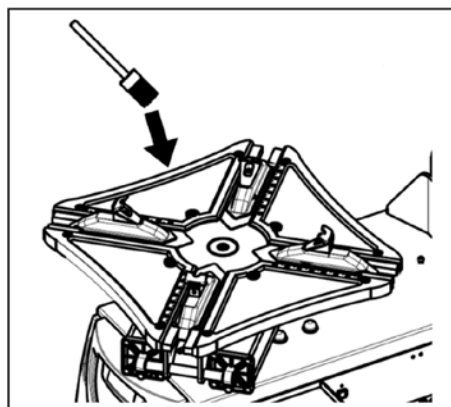

FIG36
- Kontroller regelmæssigt oliestanden i oledispenseren. Hvis den er under minimum, påfyld SAE30-smøremiddel (Fig36). Tøm regelmæssigt vand og urenheder i olie-vand-separatoren.